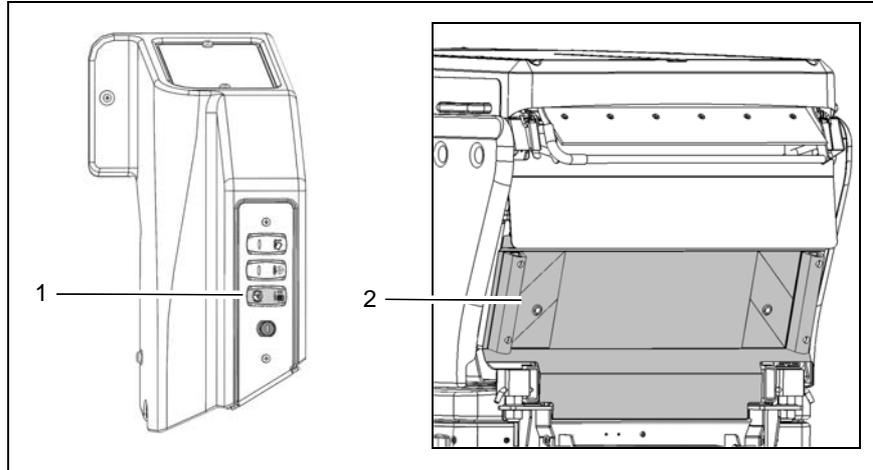

Abb.2
1. Die Maschine auf einer ebenen Fläche abstellen und mit der Feststellbremse (Abb. 2/1) sichern.
3. Heckklappe (Abb. 2/2) mit Vierkantschlüssel öffnen und nach oben schwenken.
1. Die Hochdruckpumpe (Abb. 2/1) mit drei Sechskantschrauben M8x20 an der unteren Traverse (Abb. 2/A,B,C) des Kehrgutbehälters befestigen.
2. Den Kugelhahn (Abb. 2/2) mit Kuppelung, Kupplungsstecker und Einschraubstutzen an der Anschlusskonsole (Abb. 2/3) des Hinterwagens befestigen.
3. Den Frischwasserschlauch (Abb. 2/4) mit Schlauchschelle an der Kuppelung des Kugelhahns (Abb. 2/2) befestigen.
Den Schlauchhalter (Abb. 2/5) mit zwei Linsenflanschschrauben M6x20 an der unteren Traverse (Abb. 2/D) des Kehrgutbehälters befestigen.